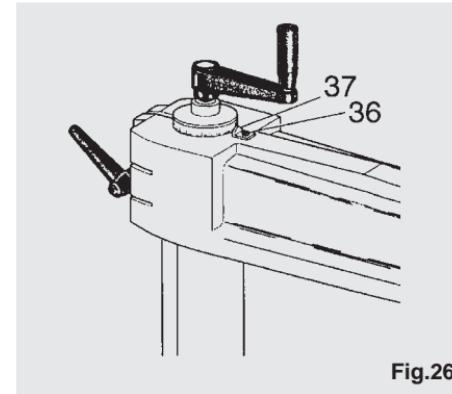

Fig.26
Après avoir obtenu la perpendicularité du bras par rapport à la règle de butée, passer au positionnement définitif de l'index situé sur le bras (voir figure 26). Desserrer la vis (36) et faire en sorte que l'index (37) coïncide avec la position 0 du nonius gradué.